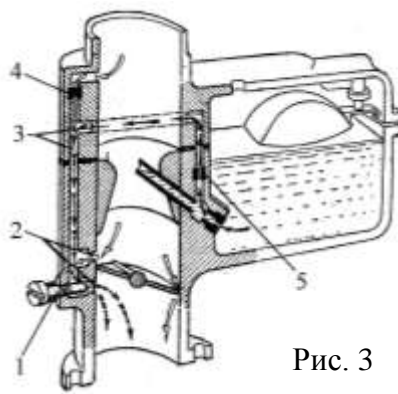

Рис. 3
* Системи холостого ходу (рис. 3).